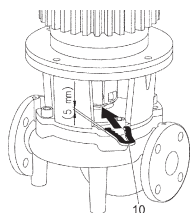

Fig. 13: Stavljanje montažne vilice
10. Gurnite montažnu vilicu (Fig. 13, poz. 10) između laterne i spojke. Montažna vilica mora dosjedati bez zazora.
13. Gurnite montažnu vilicu (Fig. 13, poz. 10) između laterne i spojke. Montažna vilica mora dosjedati bez zazora.